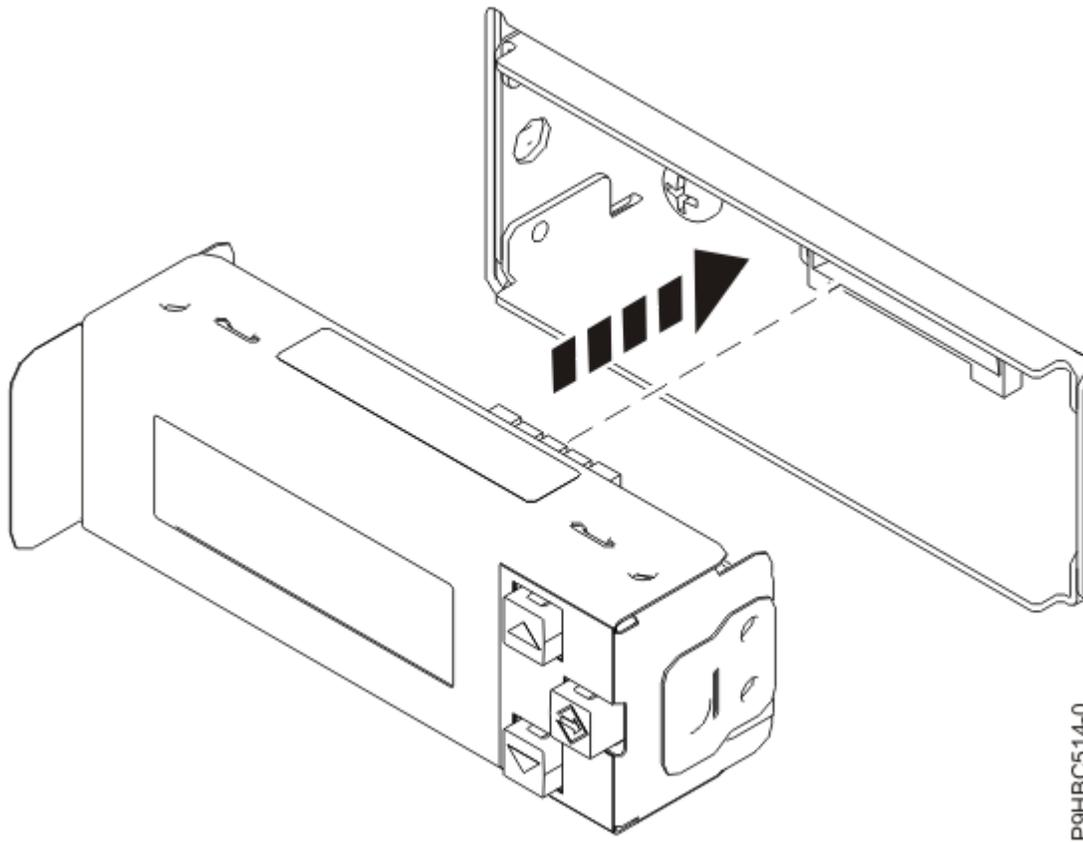

Figura 61. Inserir o ecrã do painel de controlo
4. Inserir o ecrã do painel de controlo ao o pressionar na caixa conforme apresentado em Figura 61 na página 67. Faz clique quando se encaixa.